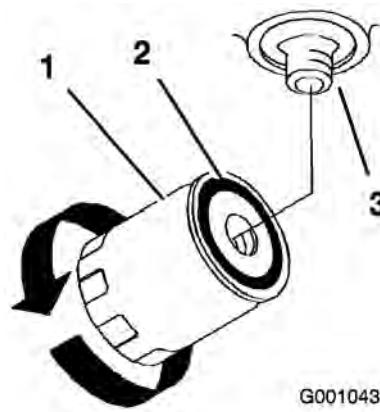

Figure 66
5. Déposez le filtre usagé et essuyez la surface du joint de l'adaptateur (Figure 66).
9. Quand le filtre hydraulique est plein, tournez le filtre dans le sens horaire jusqu'à ce que le joint touche l'adaptateur, puis donnez 1/2 tour supplémentaire (Figure 66).